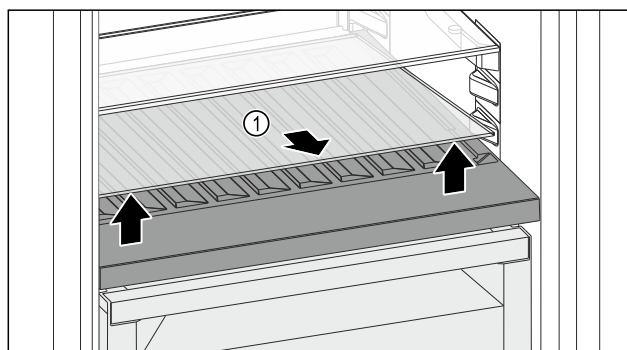

Fig. 149
- Sollevare il ripiano di vetro Fig. 149 (1) dall'incavo anteriore e rimuoverlo.
- Conservare il ripiano di vetro Fig. 149 (1) fuori dall'apparecchio in un luogo sicuro.
- Inserire il ripiano di vetro (2) sotto il vano bottiglie variabile.